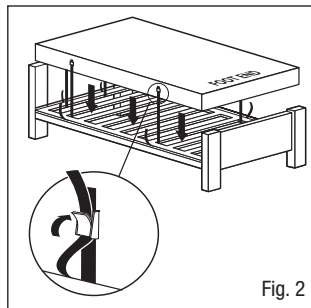

Fig. 2
3. Sikre madrassen til sengen ved å bruke de justerbare stroppene - før stroppene rundt sengens base og sikre med spennene (Fig. 2), som gir rom for bevegelige deler på elektriske senger. Dette er viktig da det stopper madrassen fra å løsne fra sengen og føre til mulig skade til pasienten. Et stroppeforlengersett er tilgjengelig for bruk med kontinentalsenger (delenummer 11062).